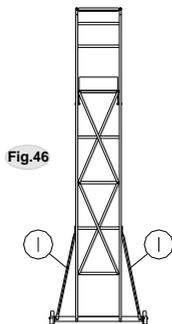

Fig.46
- (fig. 46) montare le 2 aste **I** in tubo di alluminio D=25 mm aventi le palettature di estremità ruotate di 90° l'una rispetto all'altra, tra la base della scala, a mezzo viti M6x40 + dadi autobloccanti, ed il montante del tronco di sostegno in corrispondenza del traverso con i tappi filettati alle estremità, a mezzo viti M8x40